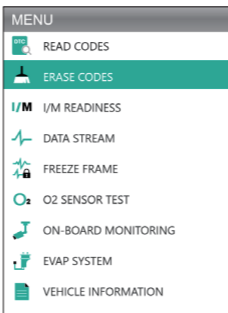

図 3.3.1
1. [コードの消去] アイコン (図 3.3.1 を参照) を選択し、[OK] を押します。